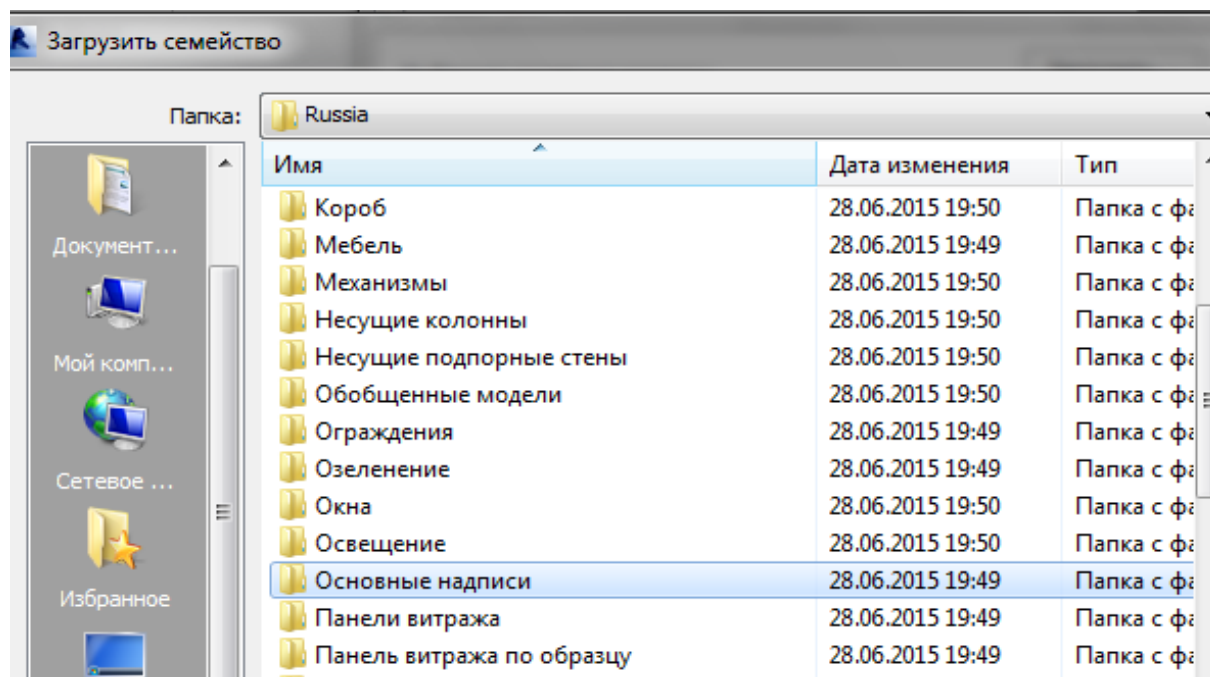

Рис.126
3. Для загрузки дополнительных типоразмеров основной надписи из библиотеки Revit последовательно нажать **Основные надписи**→**Для России**→**Первый лист** и нажать **Открыть** (рис. 126, рис.127, рис.128, рис.129).